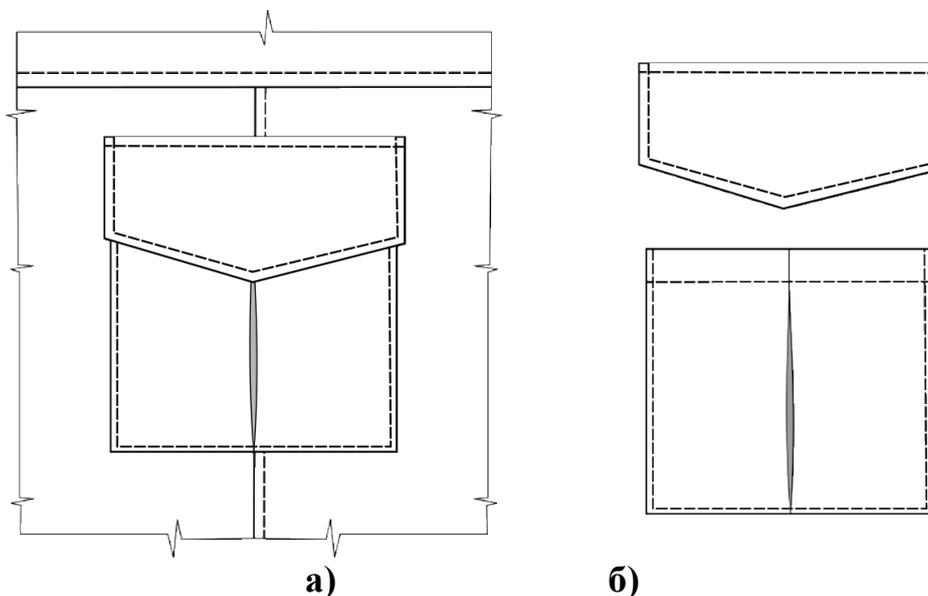

Рисунок 4 – Фрагмент технического рисунка комбинезона «Накладной карман»:
1. Выполнить чертеж необходимых лекал фрагмента «Накладной карман» (рис.4) заданной модели женского комбинезона в натуральную величину в графическом редакторе NanoCad. А именно: клапан кармана, накладной карман со складкой.
Третий этап: Изготовление (пошив) образца фрагмента заданной модели (рис. 4). *Общие рекомендации*